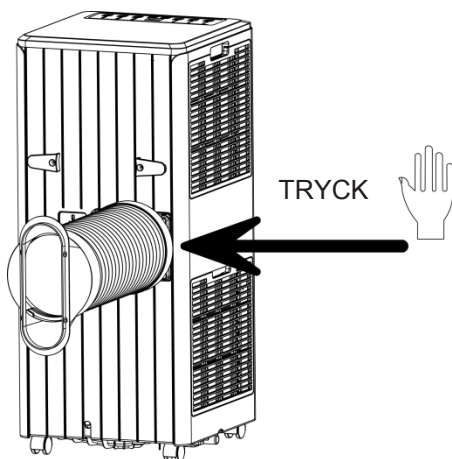

Bild 1
1.1 Installera värmeröret (se bild 1).